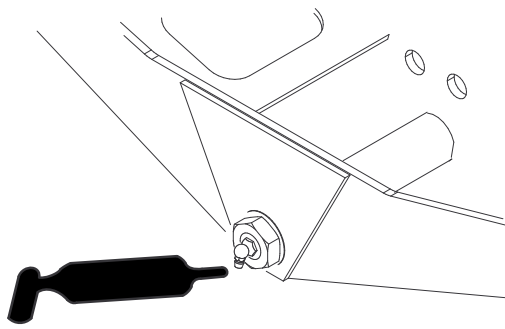

Figura 80
- Perno sterzante del ponte (1) (Figura 80)